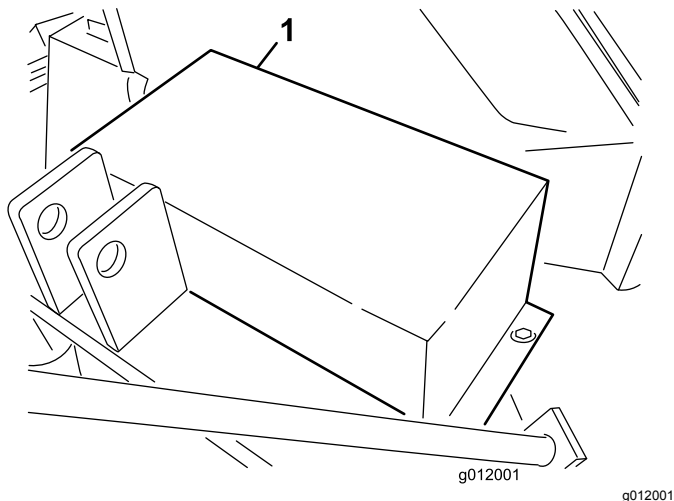

Bild 14
1. Nehmen Sie die Kopfschrauben, Scheiben und Muttern ab, mit denen die Riemenschutzvorrichtung am Bläsergehäuse befestigt ist (Bild 14).
2. Nehmen Sie die Riemenschutzvorrichtung ab (Bild 14).